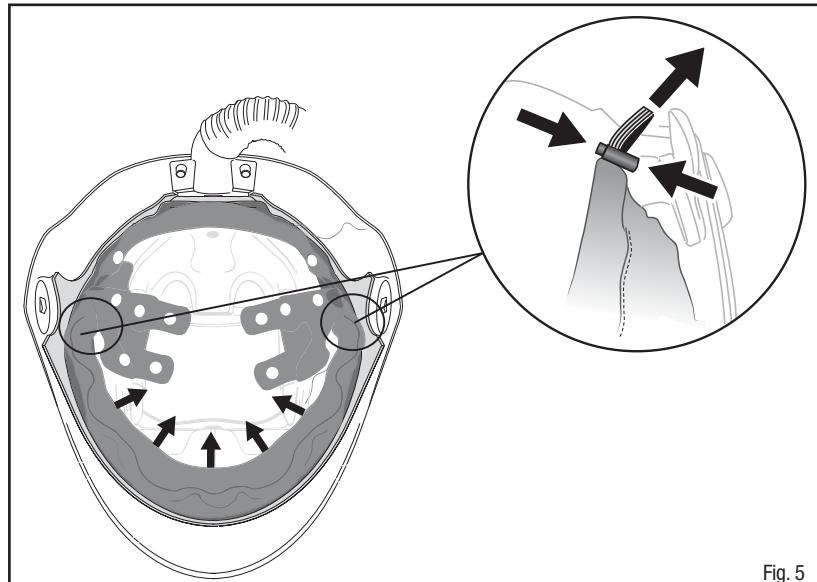

Fig. 5
5. Con la careta sobre la cabeza, tome el sello facial y jálelo sobre la barbillas y alrededor de la cara. Al presionar el clip de barril y jalar suavemente en cordel, ajuste el sello facial hasta lograr un ajuste cómodo (Fig. 5). No debe haber ningún espacio alrededor de la interfaz de cara y sello facial cuando el sello se ajusta de manera adecuada.